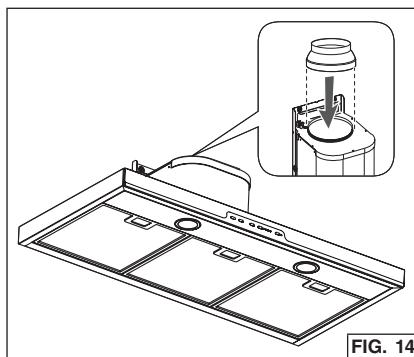

FIG. 14
2. Fixez l'adaptateur 12 à 15 cm (5" à 6") au refoulement de la soufflante et collez le joint avec de l'adhésif pour canalisation en aluminium. Fig. 14.